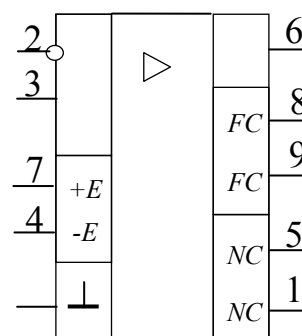

Рисунок 1
**3. На условно-графическом обозначении ОУ (см. рис.1) выводы называются:**